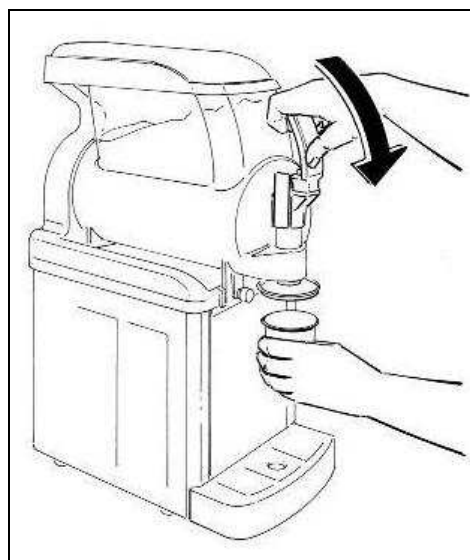

Abb. 8
- Wenn das Produkt die gewünschte Konsistenz erreicht hat, ist zur Ausgabe ein Becher unter den Hahn zu stellen. Dann den Hebel ziehen, wie in Abbildung 8 dargestellt.